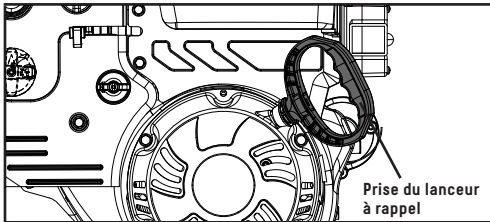

Figure 9C
6. Tenez-vous à l'arrière de la machine, du côté droit, et tirez légèrement sur la poignée du démarreur jusqu'à ce que vous sentiez une légère résistance, puis donnez un coup sec. Retournez doucement la poignée du démarreur (figure 9C).